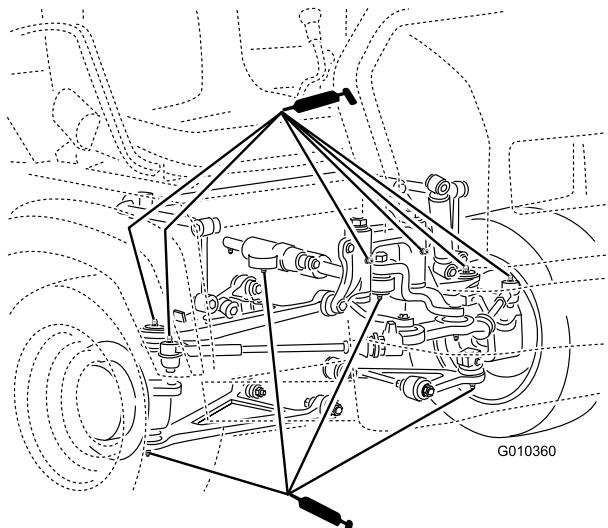

図 39
- ・ ボールジョイント4、タイロッド2、ピボットマウント2、ステアリングシリンダ2以上は図 39